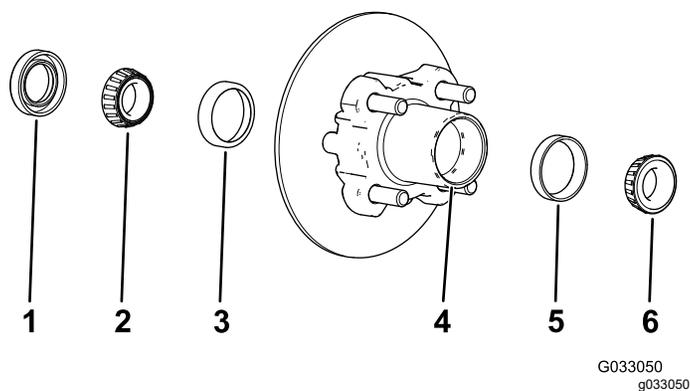

图 27
1. 从轮毂上拆下外置轴承和轴承座圈图 27。
2. 从轮毂上拆下密封件和内置轴承图 27。
5. 清除轮毂轴承腔内的所有润滑脂、污垢或碎屑图 27
7. 向轮毂轴承腔注入 5080% 的指定润滑脂图 27。
8. 将内置轴承装入轮毂内侧的座圈上并装上密封件图 27。